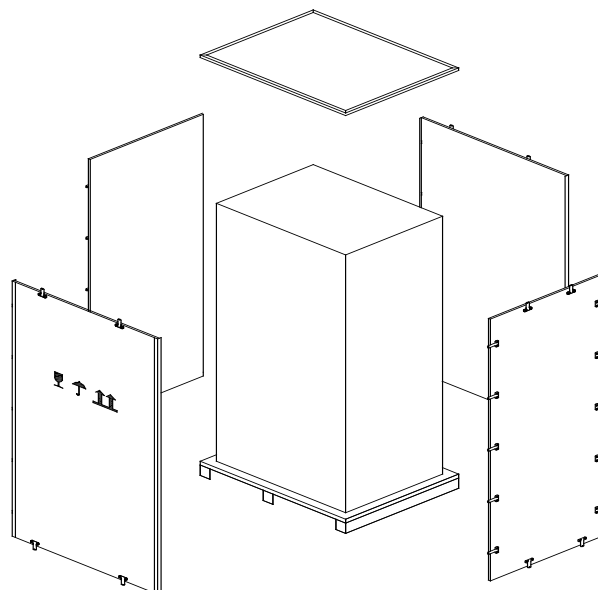

Рисунок 2-4 Распаковка ящика
- 3) Откройте верхнюю крышку деревянного ящика со стальным обрамлением отверткой, а затем боковые стенки (см. Рисунок 2-4).